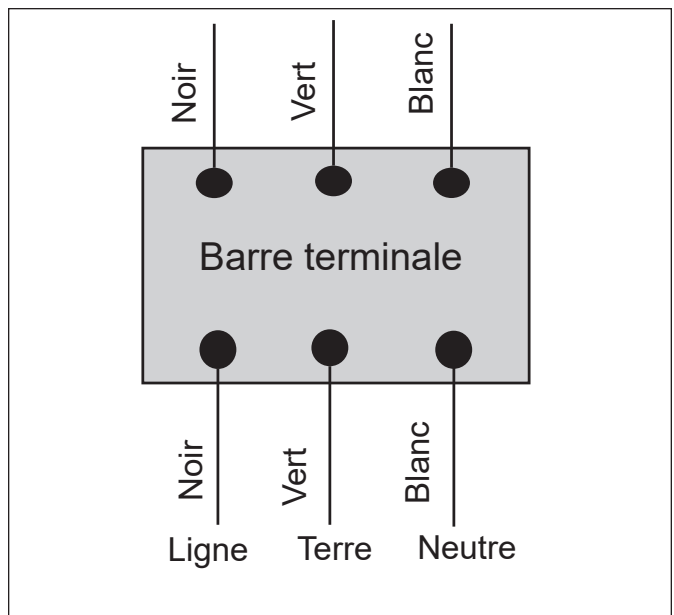

Figure 8. Câblage en usine direct LX2 pour une unité de 110 volts
- Pour un fonctionnement en 110 volts, branchez le fil blanc à la ligne neutre blanche. Ensuite, connectez le fil noir à la ligne d'alimentation noire. Voir la Figure 8.